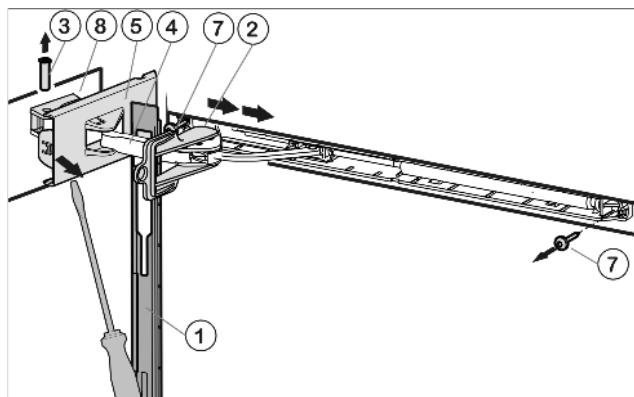

Fig. 5
- ▶ Сдвиньте накладку над амортизационной скобой Fig. 5 (4) в направлении устройства.
- ▶ Зафиксируйте предохранитель Fig. 5 (2) в продольном пазе.
- ▶ Отсоедините крышку со стороны шарнира Fig. 5 (5) с помощью отвертки до первого фиксатора.
- ▶ Выдавите палец Fig. 5 (3) снизу.
- ▶ Нажмите амортизационную скобу Fig. 5 (4) в направлении дверцы.
- ▶ Полностью отсоедините и снимите крышку со стороны шарнира Fig. 5 (5).
- ▶ Снимите накладку Fig. 5 (1).
- ▶ С помощью отвертки отсоедините и снимите крышку Fig. 5 (6) со стороны ручки наружу.
- ▶ Открутите узел амортизатора закрывания дверцы (2 шт. Torx® 15) Fig. 5 (7).